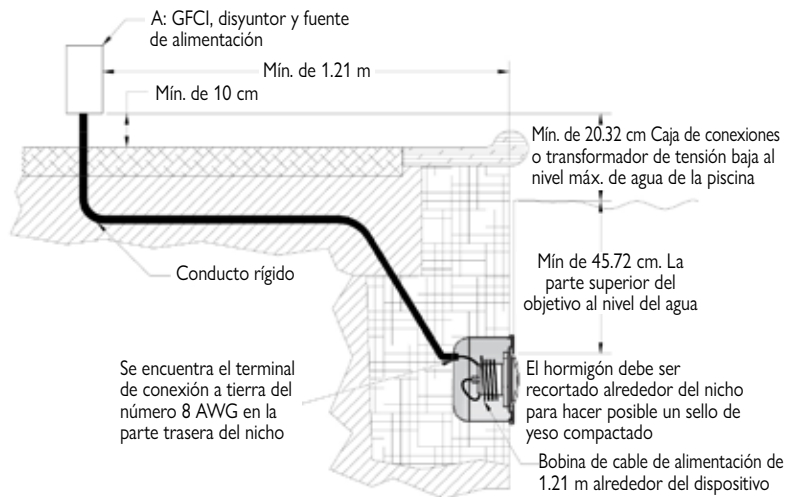

Figura 1
- Instalación adecuada del nicho mojado con el borde superior del objetivo de la luz subacuática por lo menos 45.72 cm bajo la superficie del agua en la piscina y no más de 50.8 cm en Canadá; consulte la figura 1.
- La unión eléctrica adecuada del nicho mojado y conexión a la tierra con el conector de tierra AWG de número 8 en la parte trasera del nicho; consulte la figura 1.
- El nicho mojado está correctamente unido eléctricamente y conectado a la tierra a través del conector de tierra AWG de número 8 en la parte trasera del nicho; consulte la figura 1.